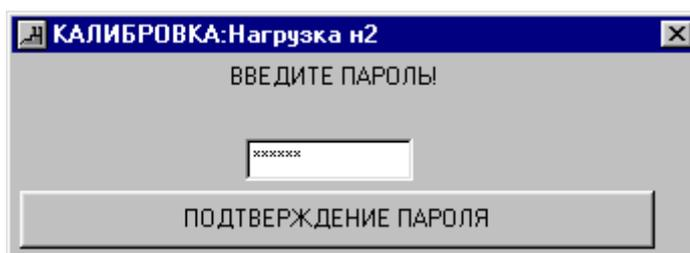

Рисунок 6.1 – Введение пароля
3. На экране появится окно (рис. 6.1), в котором ввести пароль и подтвердить ввод. При неверном вводе пароля повторить ввод.